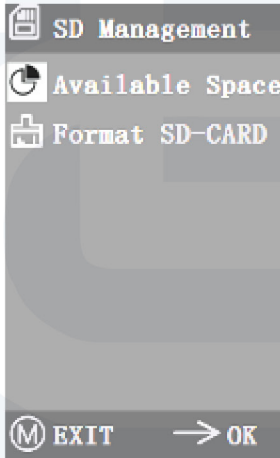

Figure 5-15
- Après avoir inséré la micro carte SD, l'espace restant et l'espace total de la micro carte SD peuvent être vus dans "Espace disponible", comme le montre la Figure 5-15